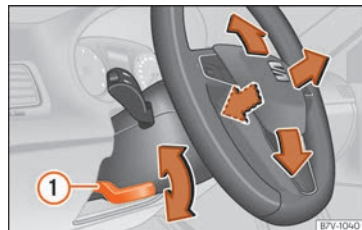

Fig. 26 Regolazione meccanica del volante
- Spostare la leva » » » **fig. 26 1** verso il basso.